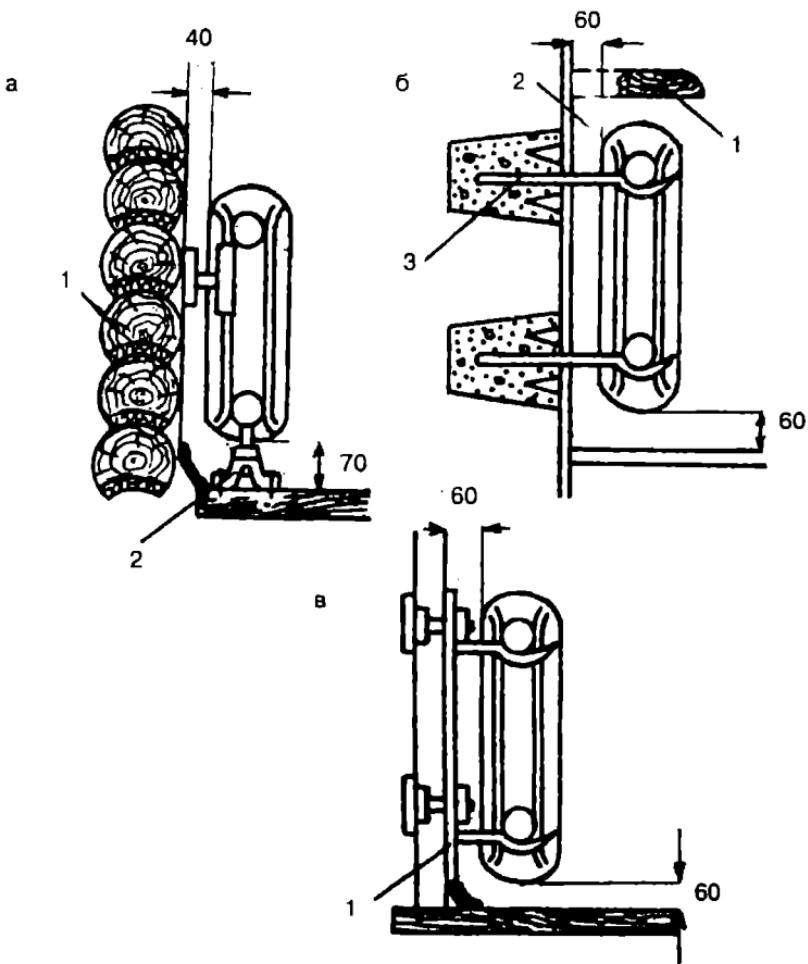

Рис. 59. Монтаж чугунных радиаторов:
4. Установка радиатора (**рис. 59**)